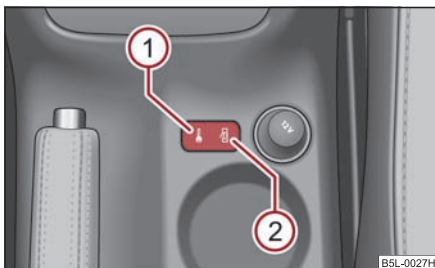

Fig. 42 Consola central:
- Pulsar la tecla ① ⇒ fig. 42. El símbolo  en la tecla se encenderá.
- Pulsar la tecla ② ⇒ fig. 42. En la tecla se apagará el símbolo .